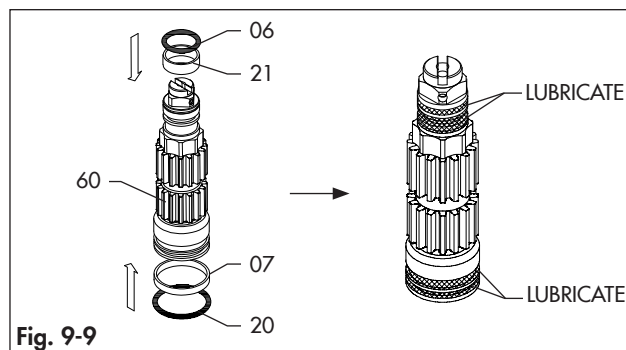
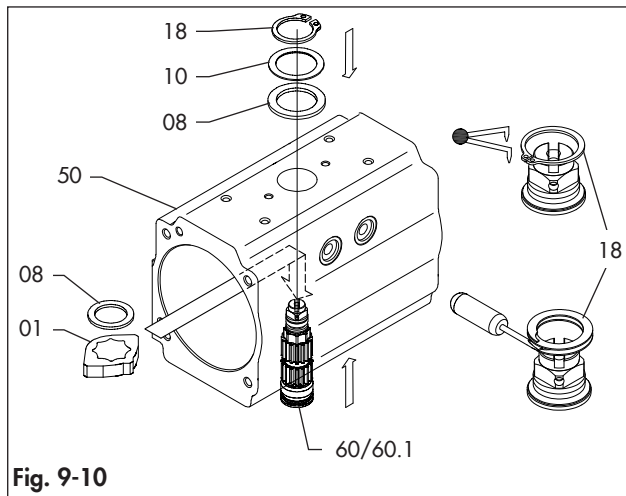
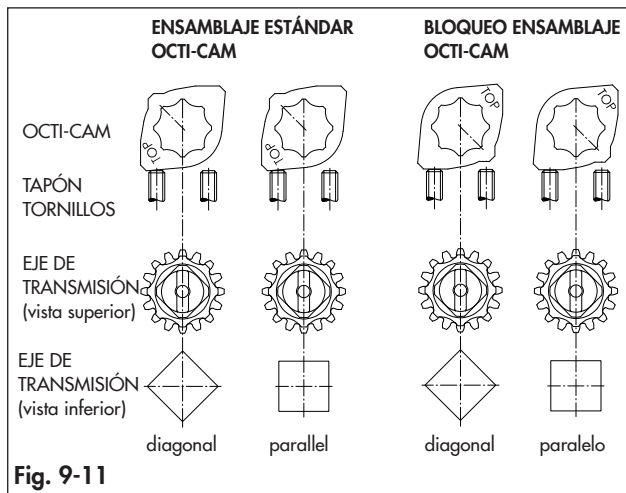

Fig. 9-9
Fig. 9-10
Fig. 9-11
Consulte las fig. 9-1, fig. 9-9, fig. 9-10 y fig. 9-11.
- Ponga el cojinete superior del eje de transmisión (06) y el cojinete inferior (07).
- Lubrique y ponga en su sitio la junta tórica superior del eje de transmisión (21) y la junta tórica inferior (20).
- Lubrique la superficie externa de los cojinetes y de las juntas tóricas que se encuentran en el eje de transmisión (60/60.1) según se indica en la fig. 9-9.
- Introduzca parcialmente el eje de transmisión (60/60.1) en el cuerpo (50). (Fig. 9-9)
- Ponga el octi-cam (01) a través del cuerpo (50) en el eje de transmisión (60/60.1). Consulte de la fig. 9-11 sobre la colocación correcta de la octi-cam (01) en función de la configuración de montaje del actuador.
- Ponga el cojinete de empuje interno (08).
- Introduzca completamente el eje de transmisión (60/60.1) en el cuerpo (50).
- Ponga el cojinete de empuje externo (08) y la arandela externa (10).
- Mientras se reensambla la pinza de muelle (18) esta puede sufrir un exceso de estrés si no se maneja cuidadosamente.
- Cambie la pieza de muelle (18) si ha sufrido un estrés excesivo o si se ha aflojado.
- En caso de pinza de muelle espiral (18) consulte las instrucciones de desensamblaje y reensamblaje disponibles en SAMSON.
- Ponga el anillo elástico (18) con los alicates para anillos de retención o mediante un destornillador para anillos espiral.